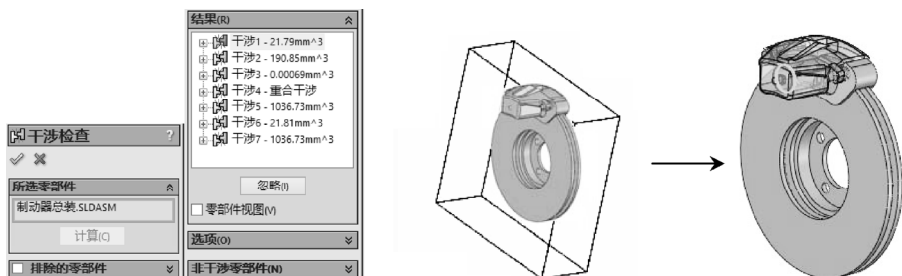

图 5-78 干涉检查操作
STEP 1 打开本文提供的素材文件“制动器总装.sldasm”，单击“装配”工具栏中的“干涉检查”按钮，系统自动选择整个装配体，单击“干涉检查”属性管理器中的“计算”按钮，系统将计算出零件重合的区域，如图 5-78 所示。